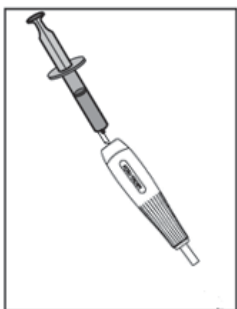
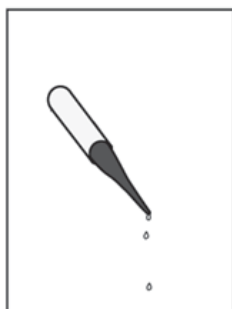

Fig. 3a
Fig. 3b
- È consigliabile risciacquare il raccordo luer o l'impugnatura posteriore (porta del filo guida) del sistema di rilascio dello stent con una siringa da 10cc di soluzione salina per espellere l'aria (fare riferimento alla Fig. 3a, 3c). Continuare a risciacquare finché la soluzione salina non fuoriesce dalla punta distale del catetere (fare riferimento alla Fig. 3b, 3d).